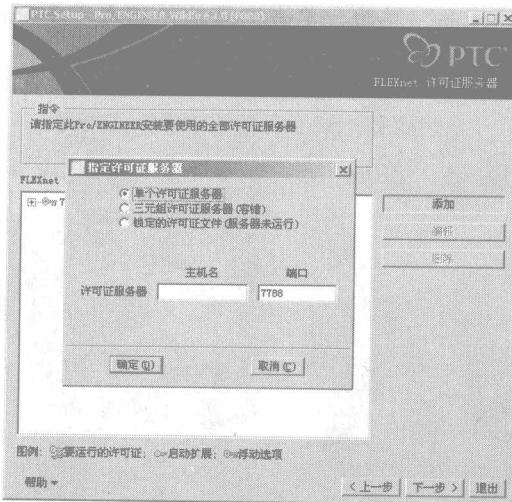

图 1-9 “FLEXnet 许可证服务器”界面
- 步骤6** 显示“FLEXnet 许可证服务器”界面，单击 **下一步 >** 按钮，弹出“指定许可证服务器”对话框，如图 1-9 所示。